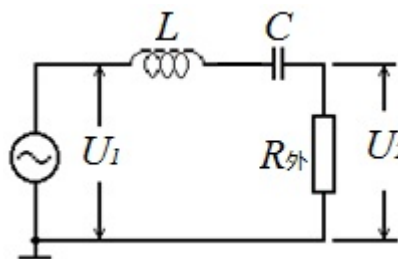

图 1 LCR 串联谐振电路图
图 1 为 LCR 串联谐振电路图，交流信号源在电路中所产生电流的大小，不仅决定于电路中的电阻 R ，而且还决定于电路中的电抗 $(2\pi fL - 1/2\pi fC)$ 。其中 $2\pi fL$ 是线圈 L 的感抗 Z_L ； $1/2\pi fC$ 是电容器 C 的容抗 Z_C 。根据交流电路的欧姆定律，此回路中的电流 I 与 LCR 串联谐振电路两端总电压 U_1 之间的关系为：
1. 建立物理模型：请画出图 1 电路图，写出电流 I 与总电压 U_1 之间的关系式、谐振频率的表达式。
3. 写出品质因数表征谐振时电路储能与耗能之比的表达式。若图 1 中 $C=1.00\mu\text{F}$ ， $L=10.0\text{mH}$ ， $R=50.0\Omega$ ，计算该电路的谐振频率和品质因数 Q 。
- 按照图 1 接线。 U_1 、 U_2 为交流电压表，数字信号发生器的端口固定阻抗为 50Ω ，图中的 $R_{外}$ 为外接的信号取样电阻。